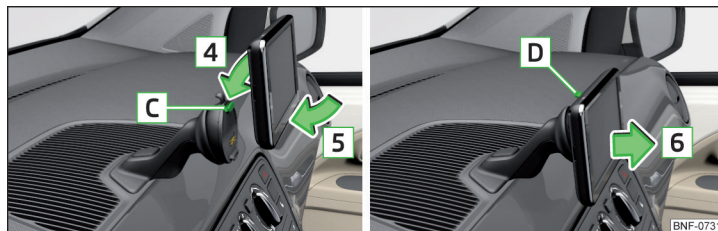

Bild 87 Sätt fast/ta bort enheten
- Sätt först in enheten i den övre hållaren [C] i pilriktningen [4] » bild 87.
- Tryck med den andra handen upplåsningsknappen [D] och ta bort enheten i pilriktningen [6] » bild 87.